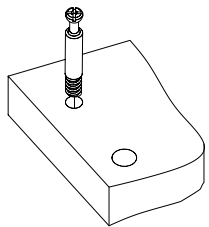
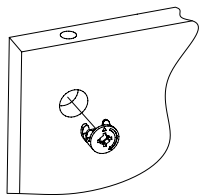

Рис.1
Рис.2
1. Подготовьте детали к сборке. Вкрутите шпильки минификсов в детали 1, 2, 3, 4, 5, 6, 7 (Рис. 1). Вставьте головки минификсов в детали 3, 4, 5, 6, 7, 8, 10 (Рис. 2).